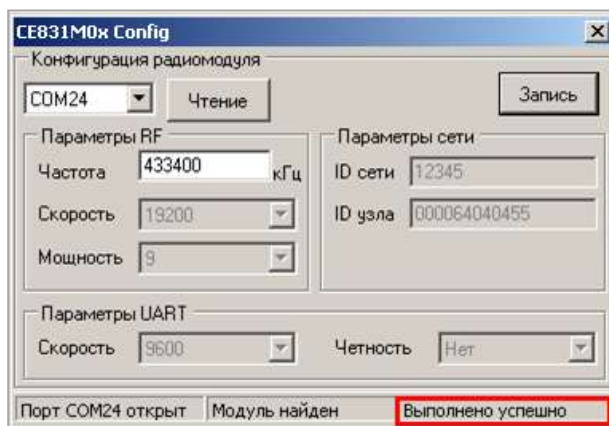

Рисунок 17 – Сообщение о результате выполнения операции
5.3.2.5.15 Запись нового значения частоты выполняется по нажатию кнопки «Запись». В случае успешной записи в строке статуса отобразится сообщение «Выполнено успешно», а текущие настройки радиомодуля отобразятся в соответствующих полях окна программы (см. рисунок 17). В случае если в строке статуса отобразилось сообщение «Ошибка», необходимо повторить запись.